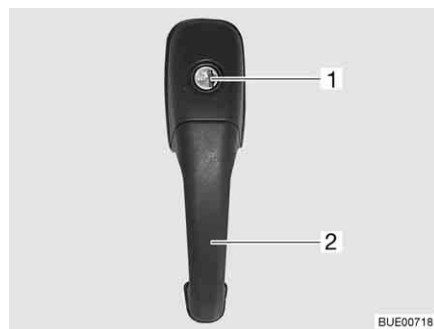

Fig. 56 Serrure de la porte cellule, à l'extérieur
- Insérer la clé dans le barillet (Fig. 56,1) et la tourner jusqu'à ce que la serrure de la porte soit déverrouillée.
- Tirer sur la poignée de la porte (Fig. 56,2). La porte est ouverte.
- Insérer la clé dans le barillet (Fig. 56,1) et la tourner jusqu'à ce que la serrure de la porte soit verrouillée.